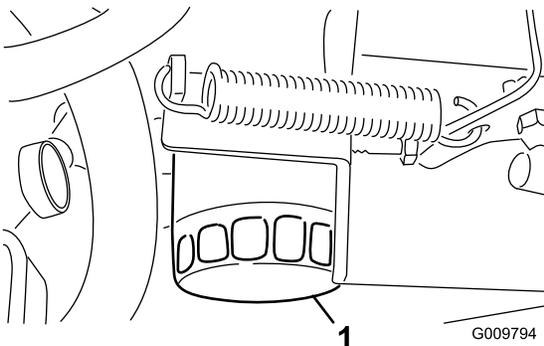

Рисунок 47
3. Извлеките масляный фильтр (Рисунок 47).